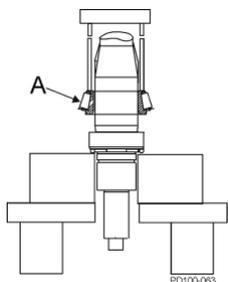

Ilustración 49. Presione el cono inferior sobre el eje
3. Levante el cono inferior y el montaje del rodamiento (Ilustración 49, elemento A) fuera de la pila de rodamientos y colóquelo en el eje, con el radio orientado hacia abajo. Presione hacia el eje hasta que esté asentado contra el soporte del eje. Presione únicamente el cono interno.